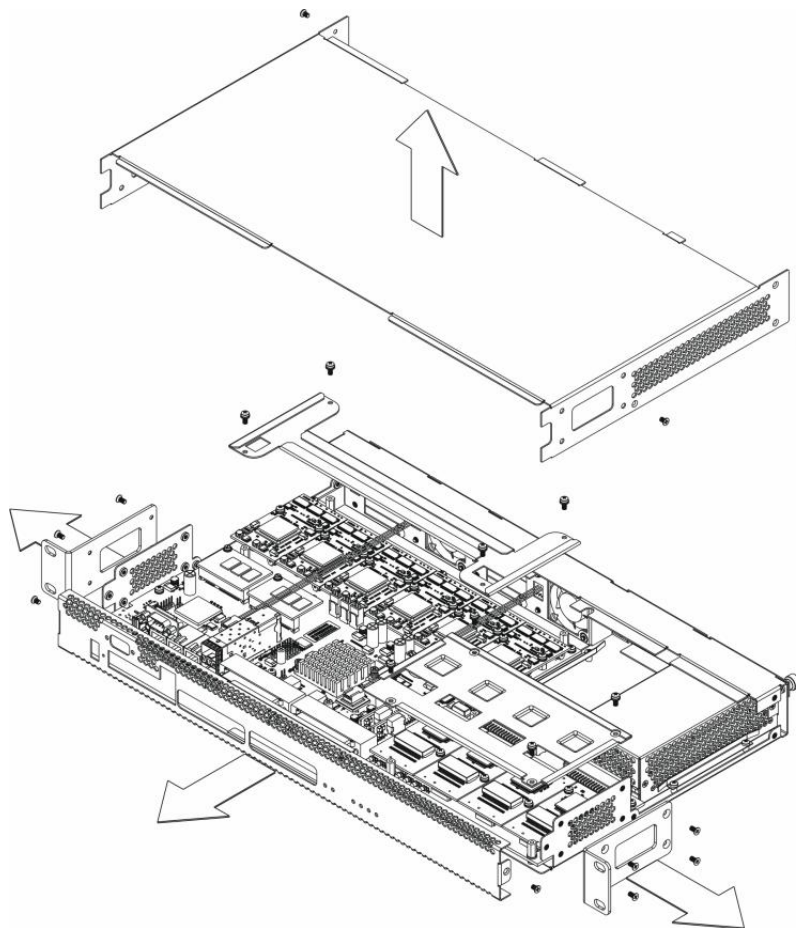

Рисунок 13 – Порядок вскрытия корпуса SMG-1016M
2. **Только для SMG-1016M:** необходимо открутить фиксирующие винты передней панели, затем потянуть её на себя до отделения от верхней и боковых панелей (рисунок 13).